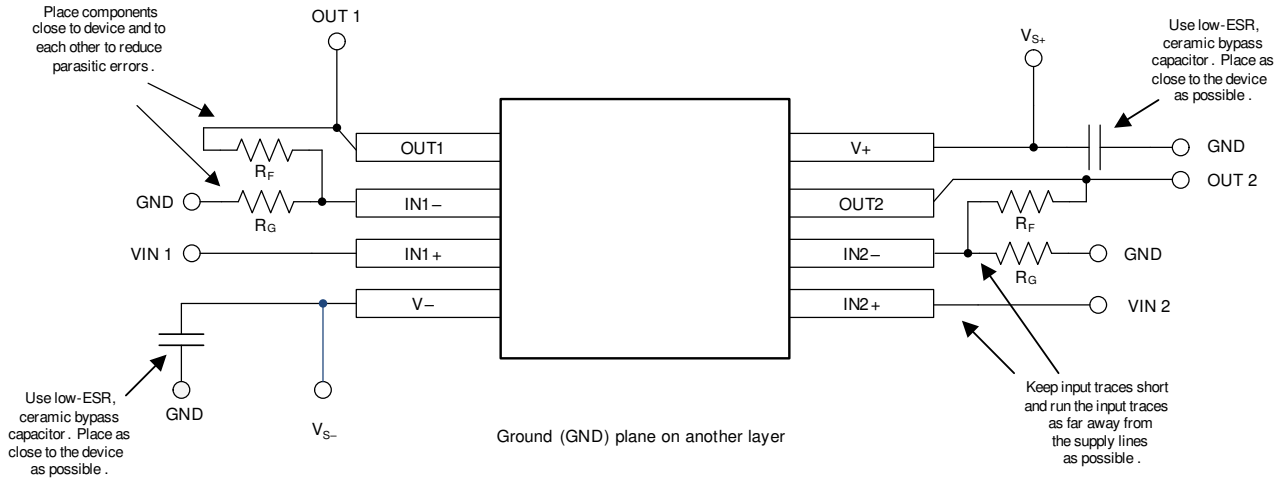

图 10-10. 布局示例
- 外部元件尽可能靠近器件放置。如图 10-10 所示，使 RF 和 RG 接近反相输入可最大限度地减小反相输入端的寄生电容。